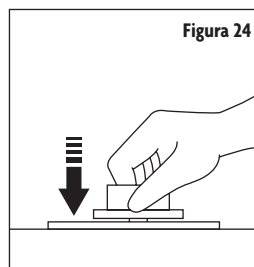

Figura 24
- Después que el quemador se encienda mantenga la perilla presionada hacia abajo por 10 segundos. (Consulte la Figura 24). Esto permite al termopar o termocople calentar y activar la válvula de seguridad.